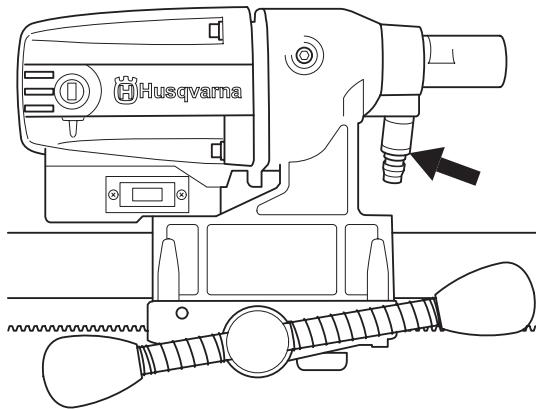

Fig. 8
- O arrefecimento a água está ligado na máquina (Fig. 8).
- The water cooling is attached to the drill (Fig. 8).